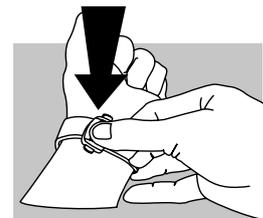

Abb. 2
**Schließen (Abb. 2):** Legen Sie Ihre OMEGA um Ihr Handgelenk und verschließen Sie die Faltschließe (es muss ein Klicken zu hören sein).
**Einstellung der Länge (Abb. 2):** Betätigen Sie den Drücker mit der Aufschrift „PUSH“ in Richtung des Pfeils (A) und kippen Sie ihn gleichzeitig, um das Armband zu lösen (B). Ziehen Sie das Armband in die eine oder andere Richtung durch, bis es die gewünschte Länge hat (C). Drücken Sie den beweglichen Teil der Schließe zurück, um das Armband zu fixieren. Achten Sie dabei darauf, dass sich ein Loch auf der Höhe des Dorns befindet, damit das Armband nicht beschädigt wird (D). Probieren Sie die Uhr an und beginnen Sie gegebenenfalls von vorn.